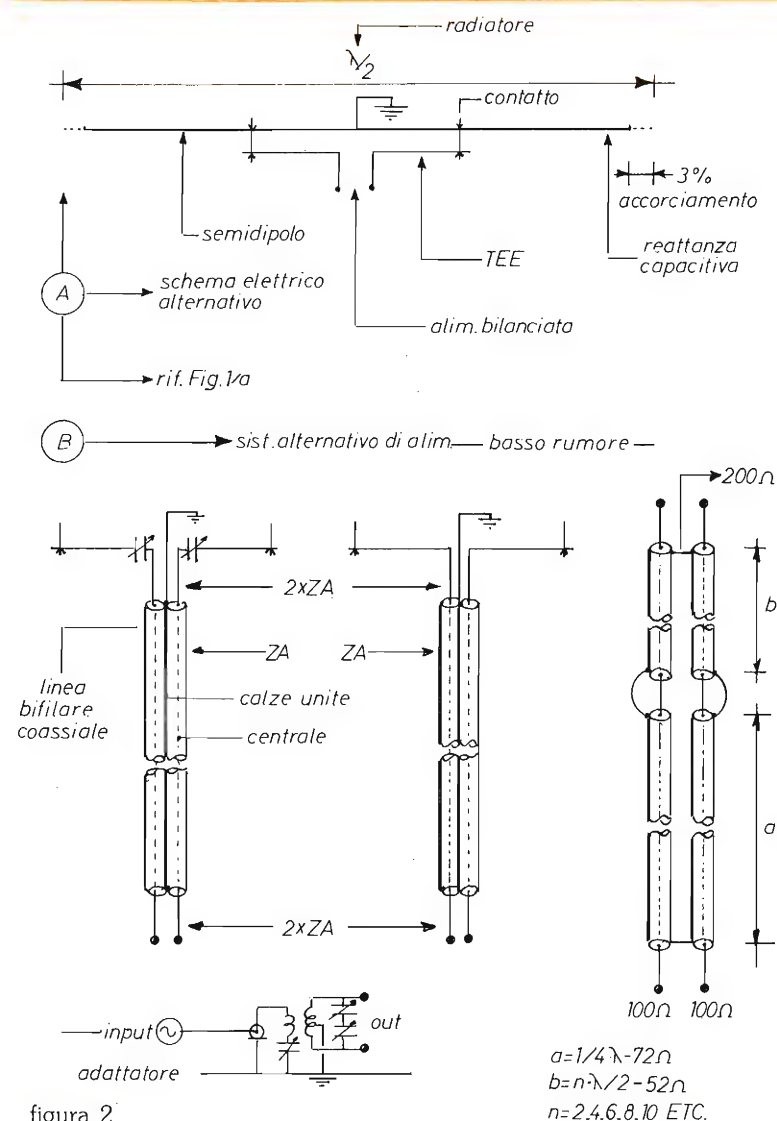

figura 2
L'inserimento di due condensatori variabili, in serie ai bracci, permette di esercitare una compensazione con una reattanza capacitiva di segno contrario. In alternativa, come dalla figura 2/A, si possono eliminare i due condensatori in serie se si ha l'accorgimento di accorciare leggermente — dal 3 al 5% — il radiatore in modo da introdurre volutamente una reattanza capacitiva che compensa quella introdotta dal sistema di adattamento della linea supplementare (T). Non ci sono gravi motivazioni di carattere teorico per decidere per l'uno oppure per l'altro sistema, ma solo considerazioni di carattere pratico... per esempio evitare la complicazione dei condensatori variabili che per altro devono essere protetti; d'altra parte i variabili permettono una regolazione fine nella ottimizzazione dell'adattamento.
Lo schema classico è riportato nella figura 2/B. In alternativa accettabile, va benissimo il supercollaudato sistema del balun
Un'ultima considerazione prima di passare alla realizzazione pratica. Lo sperimentatore che si orienta verso valori di impedenza intorno a 200 ohm può trovare interessante sperimentare la soluzione di una linea elettricamente bilanciata e contemporaneamente schermata in quanto formata dalla unione di cavi coassiali. È sufficiente ricordare che due cavi coassiali, collegati in parallelo, cioè uniti per le calze, mostrano un valore di impedenza doppio di quello nominale di ciascun cavo come schematizzato nella figura 2/B.
Nel caso non si disponga di cavo a 100 ohm (quello commerciale è a 96 ohm e va benissimo), si può adottare il sistema di elevare la impedenza di quello a 52 ohm inserendo uno spezzone di quarto d'onda elettrico a 72 ohm — RG8 e RG75 —, successivamente si può procedere alla saldatura delle calze come detto in precedenza. Il procedimento di inserimento dello spezzone a quarto d'onda è schematizzato nella figura 2/B a destra, sezione superiore indicata con la lettera A.